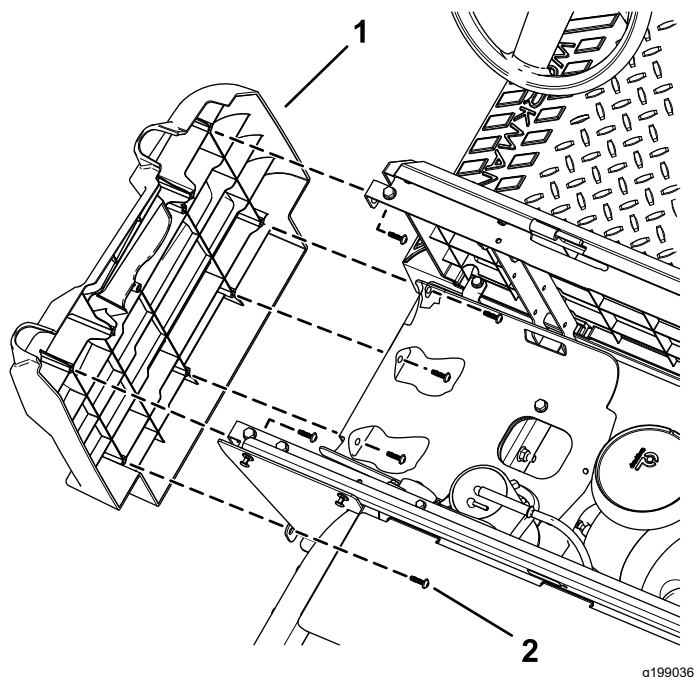

Figura 9
4. Scoatei cele 6 uruburi cu cap imbus (M6,0 x 22 mm) de la panoul lateral din stânga i îndepărtați panoul lateral (**Figura 9**).